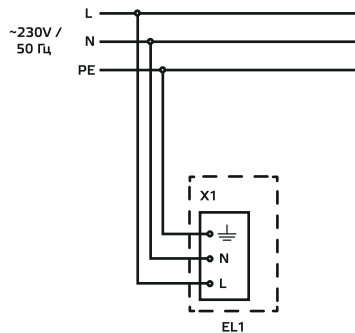

Рис. 1. Схема подключения светодиодного светильника.
- Электрическое подключение светильника осуществляется через клеммную колодку, установленную на внутренней поверхности корпуса светильника в соответствии со схемой (рис.1). Подключите сетевой провод к контактам клеммной колодки светильника строго в соответствии с маркировкой: N-нейтраль, L-фаза, заземление. Сечение проводников кабеля должно быть не более 2,5 мм2;